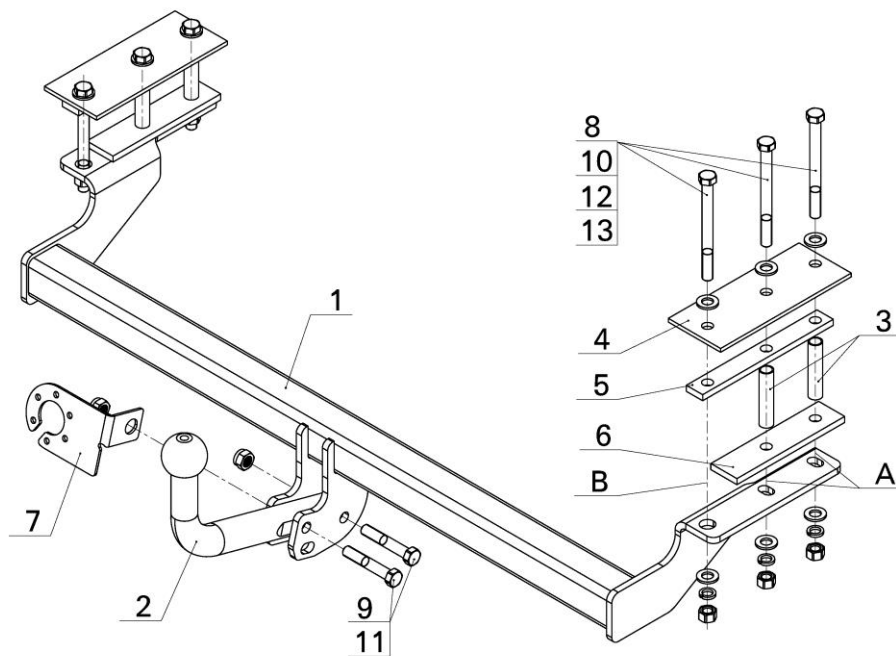

Рис.1.
- Установите распорные втулки поз.3 и прижимные пластины 1 и 2 в багажник, см. рис.1;